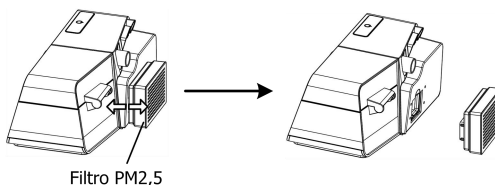

Fig. 18-6
(3) Mude o filtro de ar e a tampa do filtro para o filtro PM2,5, conforme mostrado na Fig. 18-6.